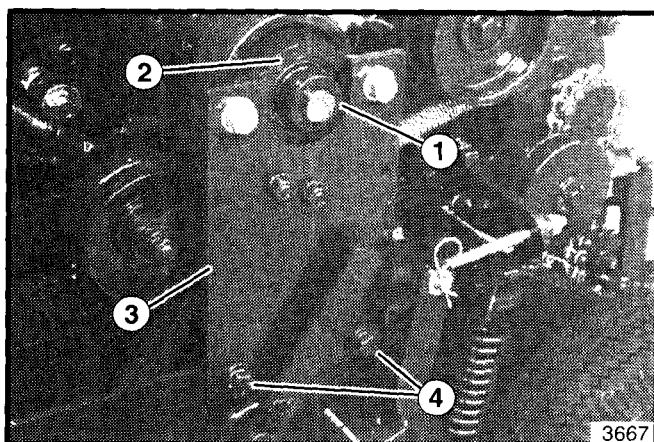

Figura 17. Soporte de la Chumacera del Eje de Propulsión
4. Suelte el tornillo prisionero del collarín de seguridad del eje de propulsión (vea la figura 17). Inserte un punzón en el orificio pequeño del collarín y use un martillo para golpear el collarín en sentido de las manecillas del reloj (dirección opuesta de la rotación del motor) hasta que esté suelto (aprox. 1/4 de vuelta). Retire el collarín.